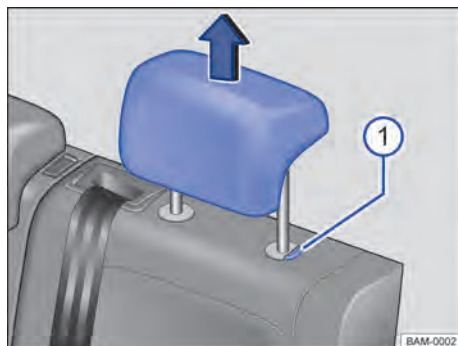

Fig. 69 Apoios para cabeça traseiros: desinstalar.
- Retirar o apoio para cabeça com o botão → Fig. 69 ❶ pressionado.
- Empurrar o apoio para cabeça para baixo com o botão → Fig. 69 ❶ pressionado.